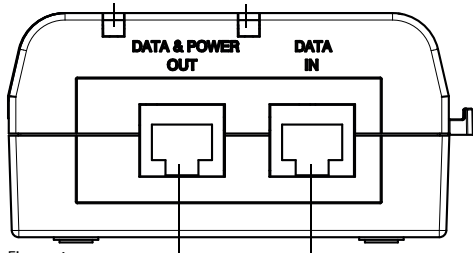

Figura 4
4. Collegare i cavi dal pannello di interconnessione dello switch dati alla porta di ingresso Ethernet (DATA IN). Vedere Figura 4.
5. Collegare il terminale alla porta del terminale di uscita (DATA & POWER OUT). Vedere Figura 4.
4. Conecte los cables del panel de acoplamiento del interruptor de datos al puerto Ethernet de entrada (ENTRADA DE DATOS). Consulte la Figura 4.
5. Conecte el terminal al puerto del terminal de salida (SALIDA DE DATOS Y ALIMENTACIÓN). Consulte la Figura 4.